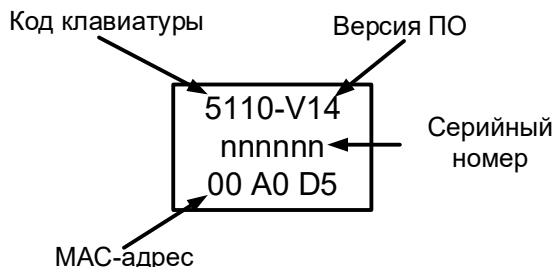

Рисунок 3 – Шильдик
- В поле «MAC адрес» введите трехбайтовый MAC-адрес, напечатанный на шильдике клавиатуры (см. рисунок 3).